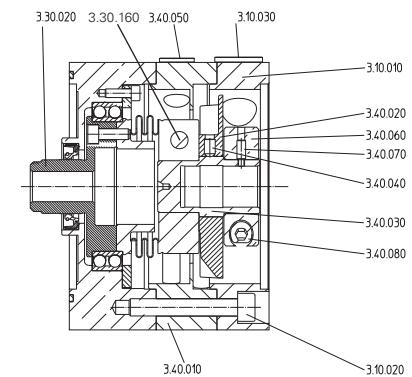

Figure 2 – avec arbre adaptateur
2.2 Montage du ventilateur sur réducteurs avec arbre adaptateur (figure 2)